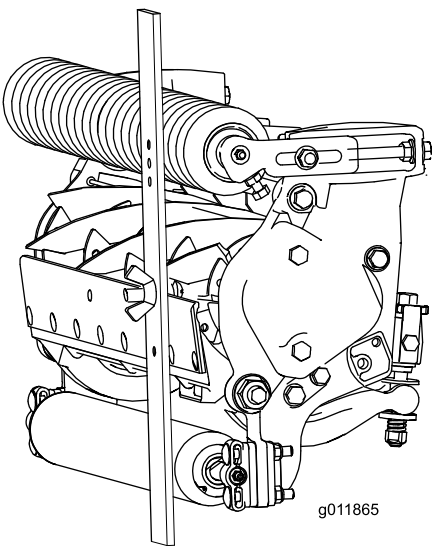

Figura 19
- 3. Enganche la cabeza del tornillo sobre el filo de la contracuchilla y apoye el extremo trasero de la barra sobre el rodillo trasero (Figura 19).
- 4. Gire el tornillo de ajuste hasta que el rodillo delantero entre en contacto con la barra de ajuste (Figura 19). Ajuste ambos extremos del rodillo hasta que el rodillo esté paralelo a la contracuchilla en toda su longitud.